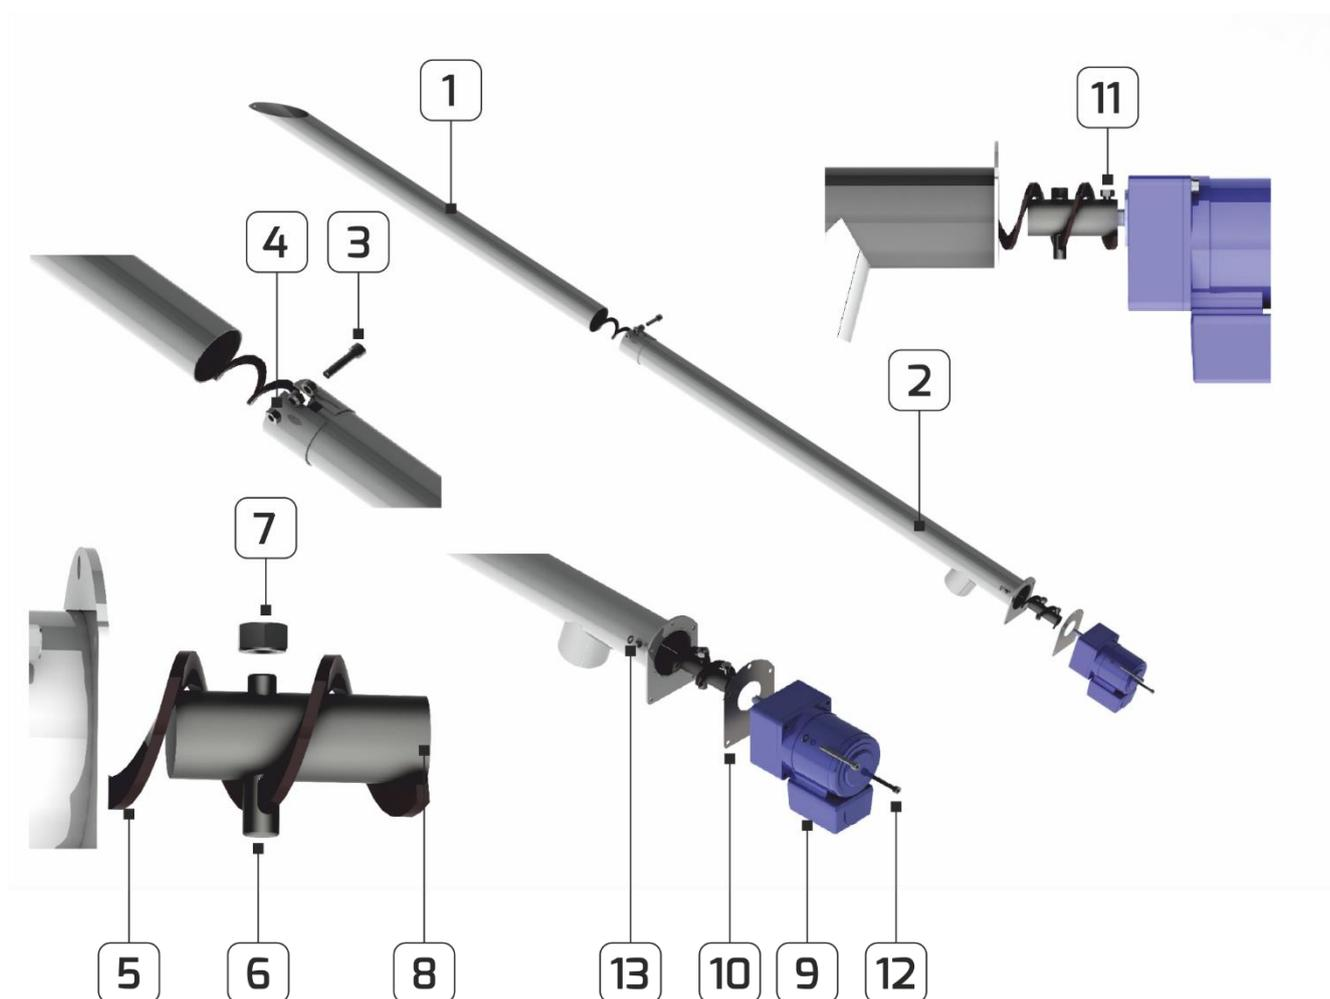

Fig. 5. Composants de la vis d'alimentation.
3. Mettre en place la vis d'alimentation Fig. 5